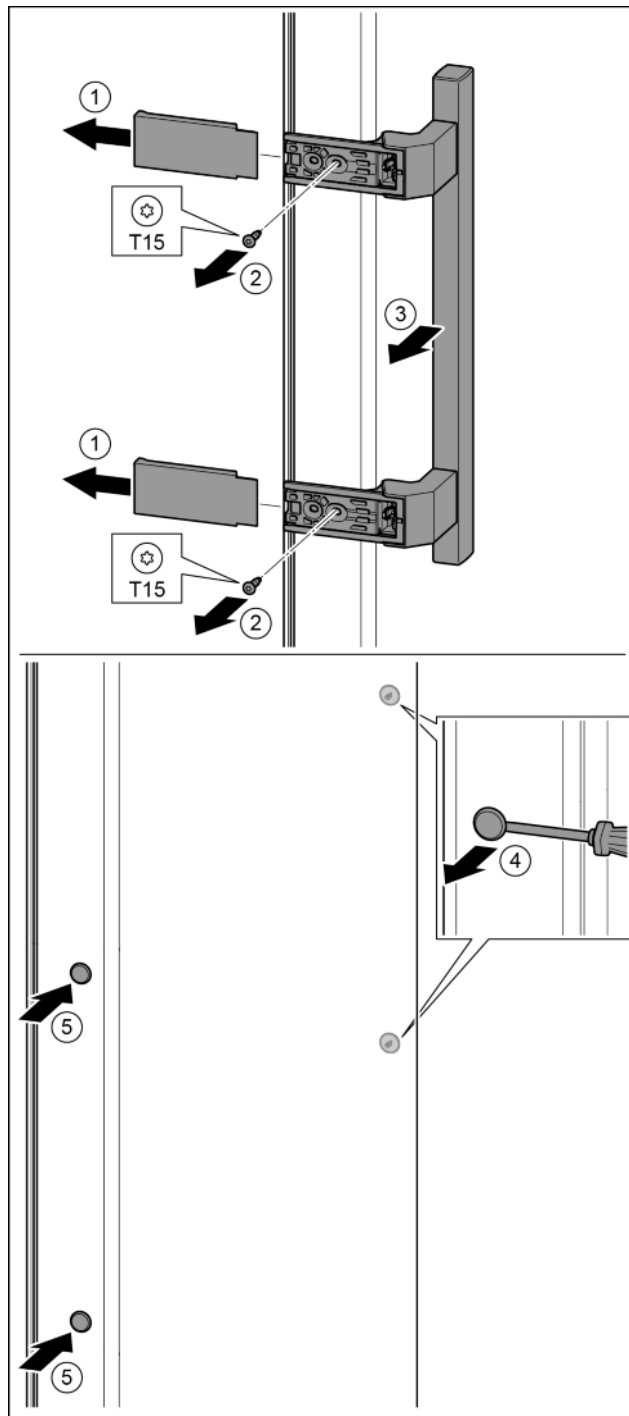

Fig. 16
- ▶ Húzza le a fedelet. Fig. 16 (1)
- ▶ T15 csavarhúzóval tekerje ki a csavarokat. Fig. 16 (2)
- ▶ Vegye le a fogantyút. Fig. 16 (3)
- ▶ Az oldalsó dugókat egy csavarhúzóval óvatosan emelje meg és húzza ki. Fig. 16 (4)
- ▶ A dugókat helyezze be a másik oldalon. Fig. 16 (5)